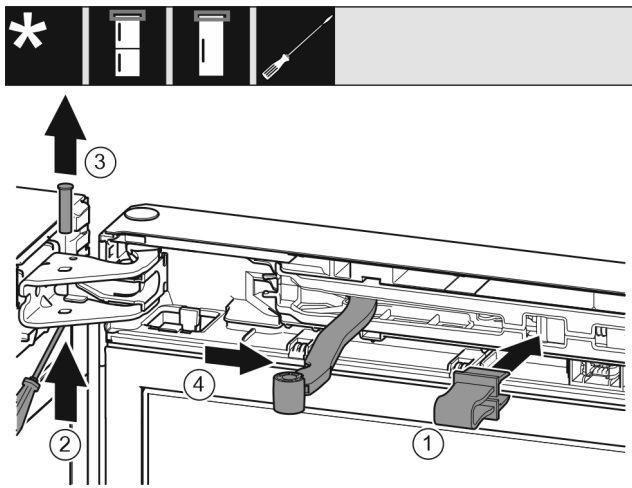

Fig. 8
- Pojistku nechte zapadnout do otvoru. Fig. 8 (1)
- Šroubovákem vysuňte čep. Fig. 8 (2)
- Čep vytáhněte směrem nahoru. Fig. 8 (3)
- Otočte kloub směrem ke dveřím. Fig. 8 (4)